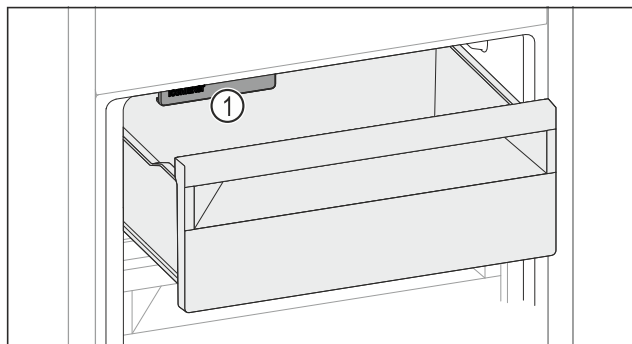

Fig. 157
- Dávejte pozor na IceMaker Fig. 157 (1).